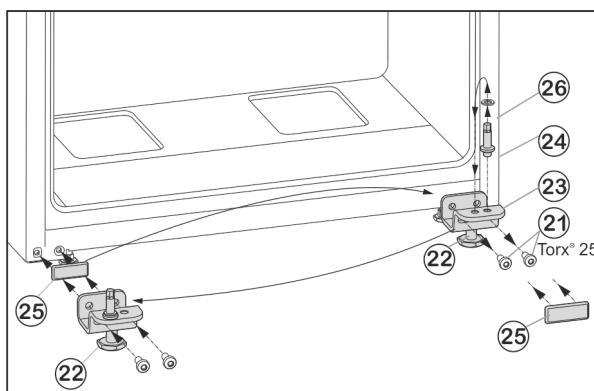

Fig. 7
- Викрутіть гвинти кріплення Fig. 7 (21).
- Зніміть нижній опорний кронштейн Fig. 7 (23) разом із гвинтом Fig. 7 (24), шайбою Fig. 7 (26) та установочною ніжкою Fig. 7 (22).
- Відкрутіть гвинт Fig. 7 (24) разом із шайбою Fig. 7 (26), переставте їх у протилежний отвір опорного кронштейна та знову закрутіть.
- Обережно зніміть кришку Fig. 7 (25) і переставте її на протилежний бік.
- Знову прикрутіть нижній опорний кронштейн Fig. 7 (23) разом із гвинтом Fig. 7 (24), шайбою Fig. 7 (26) та установочною ніжкою Fig. 7 (22) на інший бік шарніра (з моментом 4 Нм), у разі необхідності скористайтеся акумуляторним гвинточуком.
- Встановіть нижні дверцята згори на опорний гвинт Fig. 7 (24).
- Вставте середній опорний кронштейн (13), повернувши його на 180°, у нижні дверцята і прикрутіть за допомогою гвинтів кріплення (11)(2 шт. Torx® 25) до нового боку шарніра (з моментом 4 Нм).
- Знову встановіть пластикову шайбу (10).
- Викрутіть установочну ніжку Fig. 7 (22) на нижньому опорному кронштейні Fig. 7 (23), доки він не буде опиратися на підлогу.